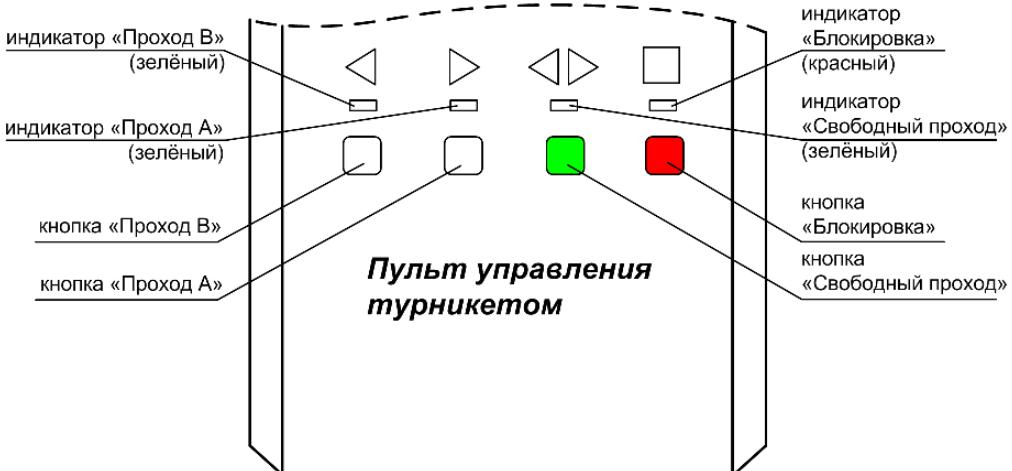

Рис.3 Пульт управления турникетом
Пульт управления турникетом (рис.3) предназначен для ручного дистанционного управления турникетом. Имеет четыре кнопки для включения (отключения) следующих режимов турникета (в порядке приоритета):
- в режиме «Ожидания» нажмите и удерживайте на пульте кнопку «▶» («Проход А») (рис.3). Засвятится зелёным соответствующий индикатор состояния турникета – разрешен однократный проход, поверните планки, отпустите кнопку. Соответствующий индикатор состояния турникета засвятится красным – турникет снова в режиме «Ожидания»;